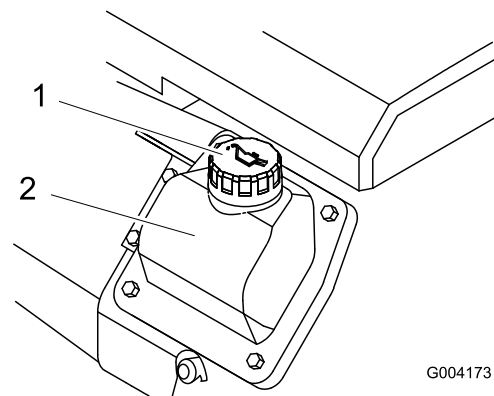

Figure 16
8. Si le niveau d'huile est trop bas, nettoyez la surface autour du bouchon de remplissage et enlevez le bouchon (Figure 16).